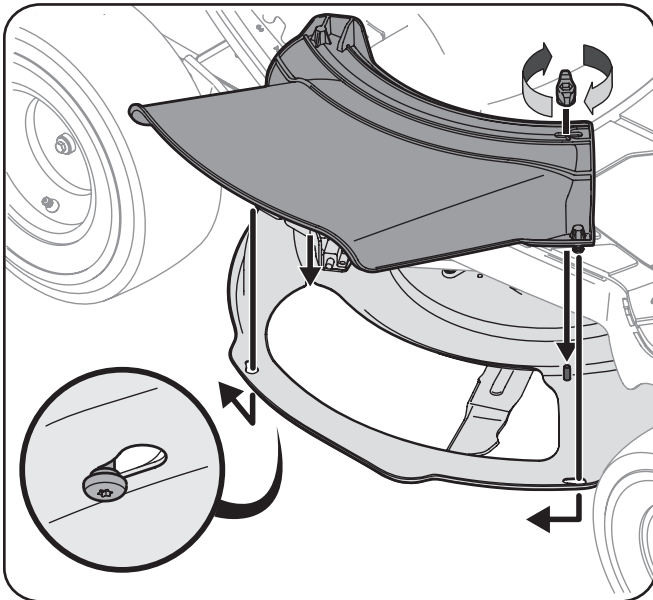

Figura 3-7
3. Vuelva a colocar la perilla de aletas y apriete manualmente para sujetarla. Vea la Figura 3-7.